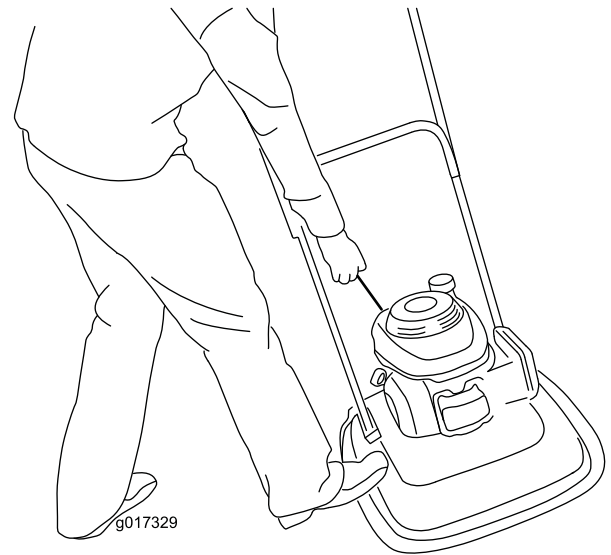

Figure 16
3. Placez le pied sur le plateau de coupe et basculez la machine vers vous (Figure 16).